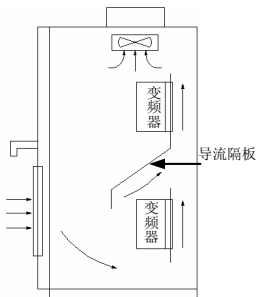

图 3-2 多台变频器的安装示意图
- (3) 多台变频器采用上下安装时，中间应用导流隔板，如图3-2所示。